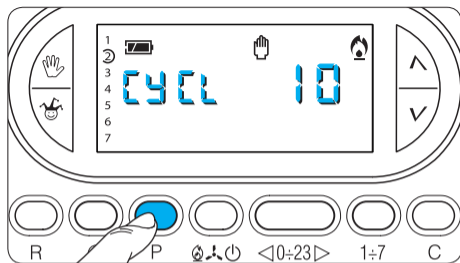

Fig. 67
19.7 - Se viene selezionato un programma P1, P2 o P3, premendo il pulsante **P** si esce dalla programmazione; se si è selezionato il programma P4, premendo il pulsante **P** sul display, al posto dell'indicazione dell'ora, compare **CYCL** e, al posto dell'indicazione della temperatura, compare **10** (fig. 67).